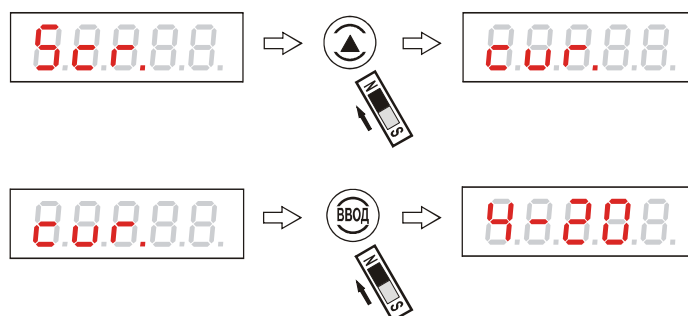

Рисунок 76 - Выбор диапазона токового выхода
2.8.26 Для входа в подраздел “cur.” выбора режима (диапазона) токового выхода (0...5, 0...20 или 4...20 mA) необходимо выбрать этот подраздел кнопкой «↑» и “нажать” «ВВОД». На цифровом табло появляется надпись, соответствующая текущему диапазону токового выхода, например, при настройке предприятием-изготовителем выбран режим “4-20”, рисунок 76: